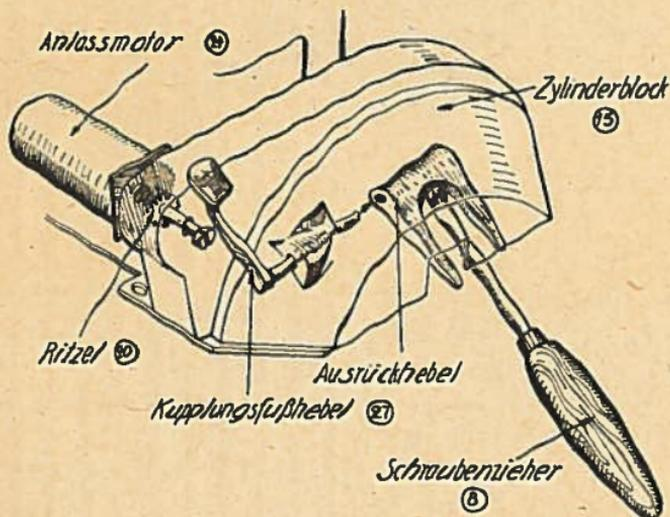

Bild 7. Zylinderblock.
derblock ein, und zwar in den rückwärtigen Teil, der später über das Schwungrad zu liegen kommt (siehe Bild 7). Man schiebt von außen den Kupplungsfußhebel ein und setzt auf dessen Welle innen
den Ausrückhebel auf. Wenn der Ausrückhebel mit dem Fußhebelarm in einer Geraden liegt, wird die Klemmschraube festgezogen. In den gleichen Teil des Zylinderblocks wird auch der Anlasser eingesetzt. Man entnimmt dem Baukasten das Anlasseritzel (20) und dem Papierbeutelchen die längste in ihm befindliche Schraube (18 mm). Mit Hilfe der Flachzange bringt man das Ritzel mit seiner Feder innen im Gehäuse in die richtige Lage (siehe Bild 7) und steckt durch die Ritzelachse von hinten nach vorn die lange Schraube durch. Nun wird der Anlaßmotor (24) vorn an das Gehäuse angesetzt und durch Hereinschrauben der langen Schraube, die das Ritzel hält, befestigt.